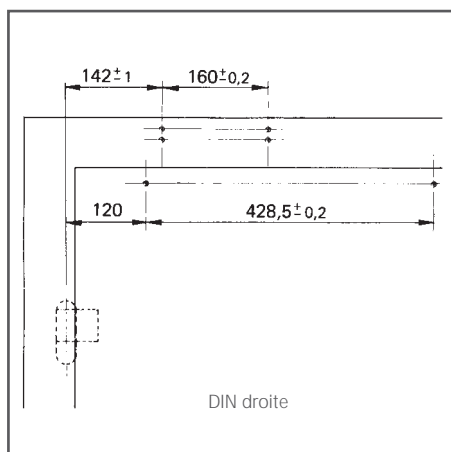

figure31
voir figure 31,
- ▶ Montage conformément à la figure 31 ou 32 et coupe A avec plaque de montage